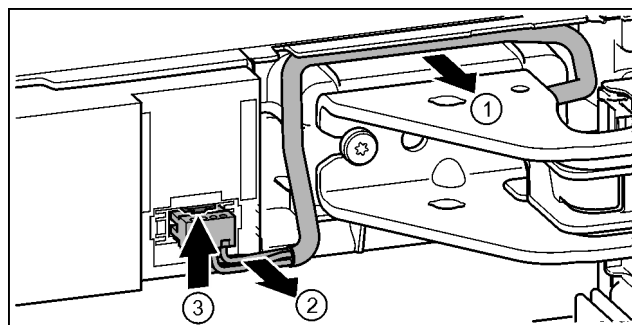

Fig. 18
- Desfaceți cu precauție cablul deasupra suportului de lagăr din ghidaj. Fig. 18 (1)
- Trageți cu precauție lițele cablului din canal. Fig. 18 (2)
- Apăsați în sus eclisa și extrageți fișa cu precauție. Fig. 18 (3)